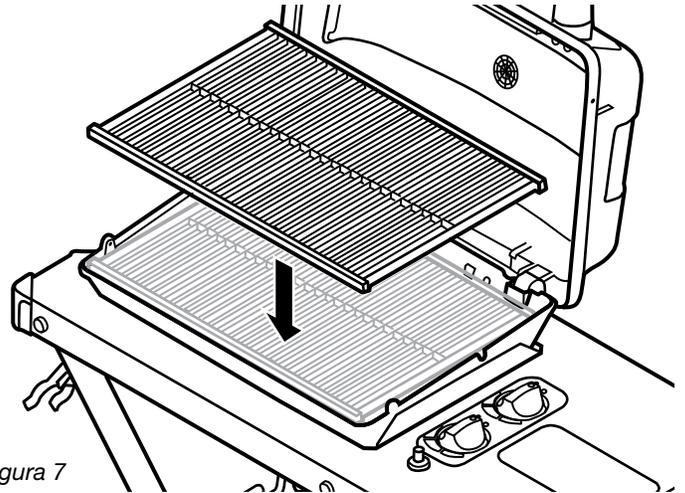

figura 7
Instalar (8) la Rejilla de Cocinar como se muestra en la figura 7.